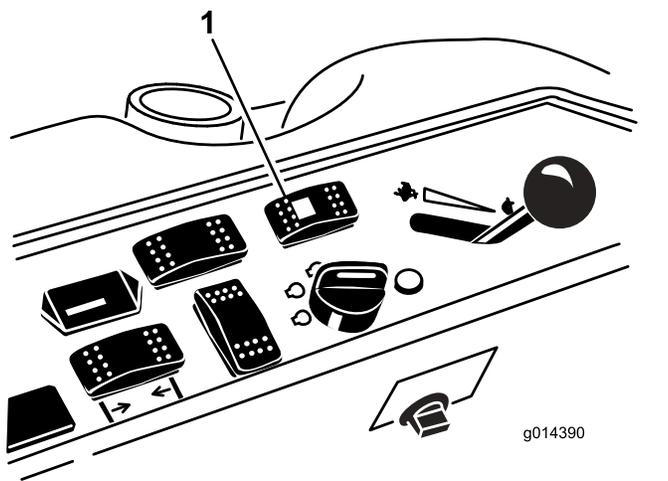

Figure 43
1. Appuyez sur le bas du sélecteur de direction, à la position 4 roues directrices (Figure 43).